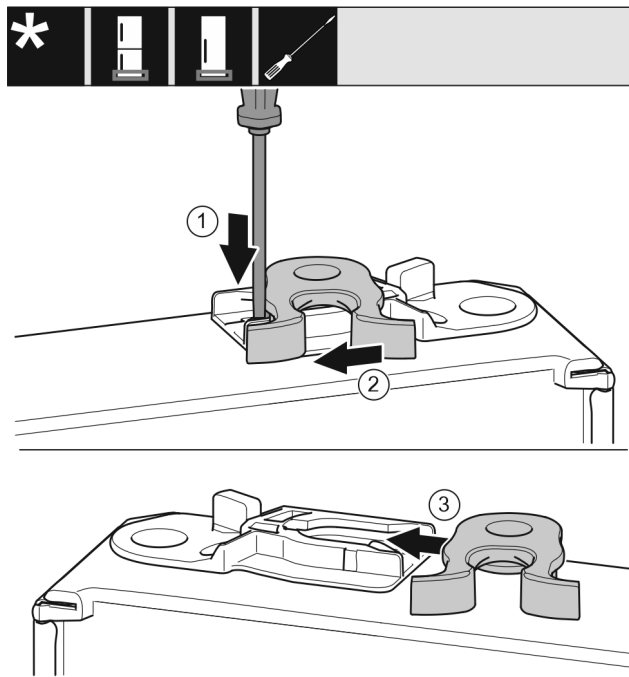

Fig. 21
- Odvijačem s ravnom glavom pritisnite spojnicu Fig. 21 (1) prema dolje.
- Izvucite kuku za zatvaranje Fig. 21 (2) iz vodilice.
- Gurnite kuku za zatvaranje Fig. 21 (3) na drugoj strani u vodilicu.